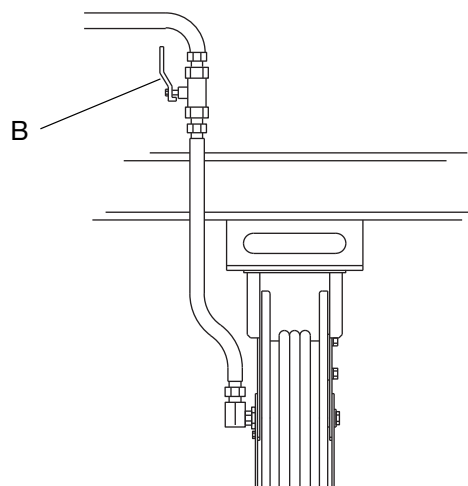

FIG. 7
4. Abra todas las válvulas de cierre de la posición de dispensación (B) y ponga en marcha la bomba para presurizar el sistema. Consulte **Funcionamiento del medidor LDP5**, página 16 para ver el correcto funcionamiento del medidor (FIG. 7).